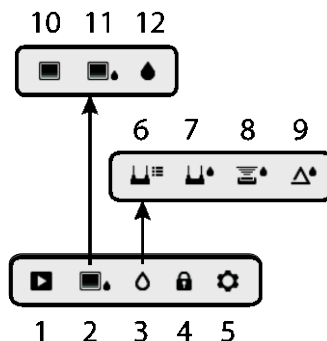

Abb. 4-2 Menüsymbole
Nachfolgend wird die Menüstruktur dargestellt und in den folgenden Abschnitten dieser Bedienungsanleitung gründlich erörtert. Verwenden Sie die mittige Auswahl Taste und die vier (4) Navigationstasten, um die in den Menüs verfügbaren Modi auszuwählen und einzustellen. Siehe Abb. 4-2.
Symbole 1 bis 5 in Abb. 4-2 bilden das **Hauptmenü**. Drücken Sie die Auswahl Taste zum Öffnen des Hauptmenüs:
Symbole 6 bis 9 in Abb. 4-2 sind im **Feuchtigkeitsmodusmenü** verfügbar. Drücken Sie auf Symbol 3, um diese Feuchtigkeitsmodi anzuzeigen. Links neben dem Stiftsymbol (7) oder dem punkturlosen Symbol (8) erscheint ein blauer Punkt, je nachdem welchen Modus Sie ausgewählt haben.
Symbole 10 bis 12 in Abb. 4-2 sind im **Bildmodusmenü** verfügbar. Drücken Sie auf Symbol 2, um das Bildmodusmenü zu öffnen.